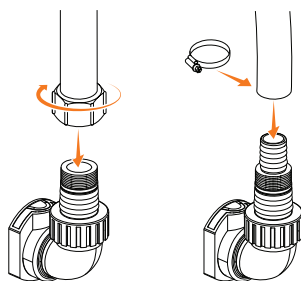

Рис. 4
- Для подключения возможно использовать комплектный штуцер или трубопровод с внутренней резьбой G1½ для подключения трубопровода к патрубку насоса. Подключение к штуцеру возможно надеванием шланга на штуцер (внутренний диаметр шланга 25 мм или 38 мм) или соединением трубопровода с внутренней резьбой G1 (Рис. 4). Учтите, что использование штуцера может снизить производительность устройства. Штуцер следует укоротить до используемого диаметра, чтобы не уменьшать производительность системы.